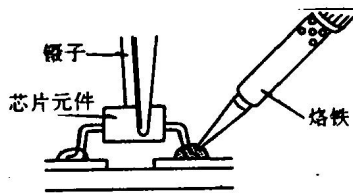

图 G3
- (1) 用镊子捏住芯片元件并熔下其中一个焊头 (图 G3)。